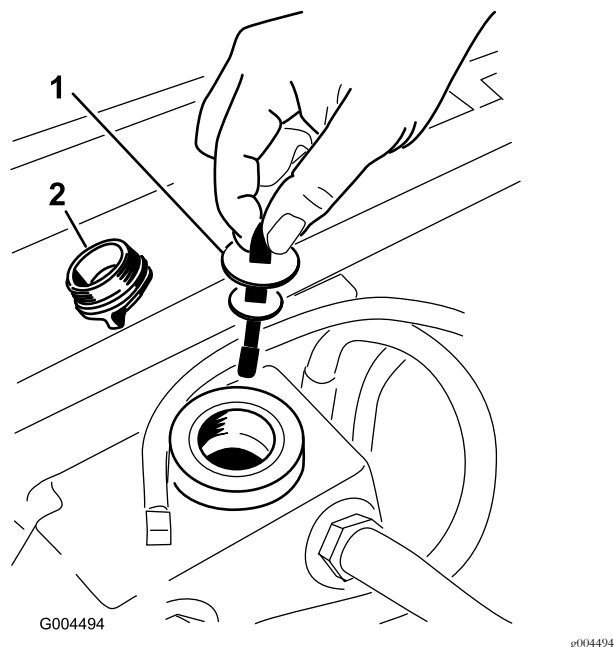

図 61
5. 油圧オイル給油口からキャップを取る 図 61。
6. ディップスティックを抜きウェスで一度きれいに拭く (図 61)。
7. もう一度首に差し込んで引き抜き、オイルの量を点検する 図 61。